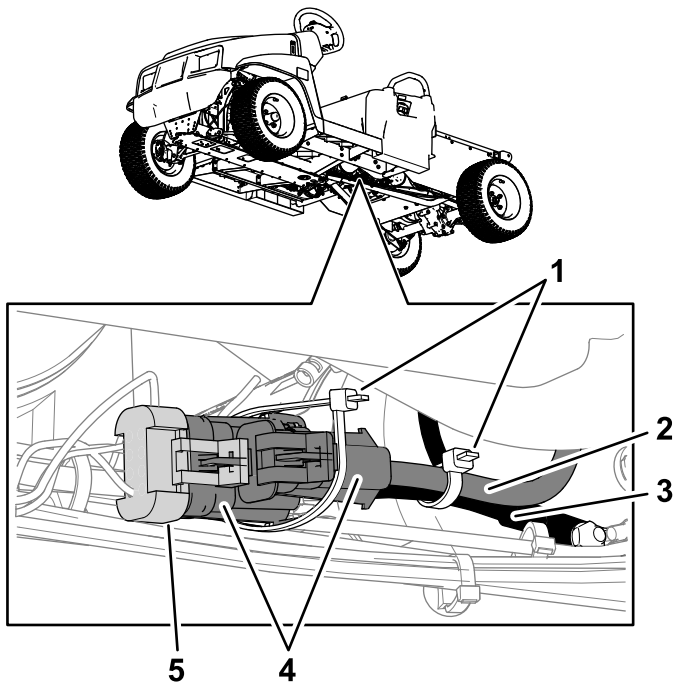

Figura 14
1. Collegate il cablaggio preassemblato della macchina al cablaggio preassemblato del motore (Figura 14).
2. Utilizzate una fascetta per cavi per fissare tra loro i 2 connettori del cablaggio preassemblato del motore. Quindi, utilizzate l'altra fascetta per cavi per fissare il cablaggio preassemblato del motore al cavo di messa a terra (nero) della batteria (Figura 14).